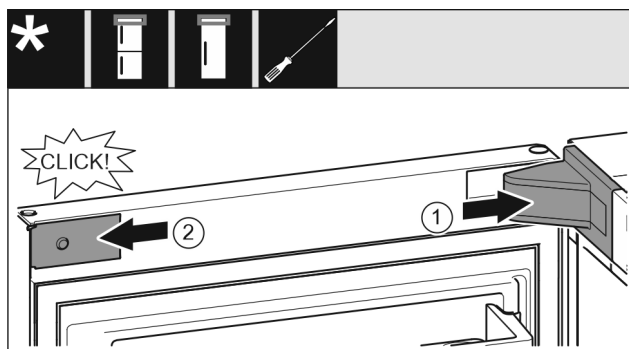

Fig. 22
- ▶ Uzlieciet un nofiksējiet gultņa balsta pārseģu Fig. 22 (1), ja nepieciešams, uzmanīgi atspiediet.
- ▶ Sānos pielieciet un nofiksējiet aizseģu Fig. 22 (2).